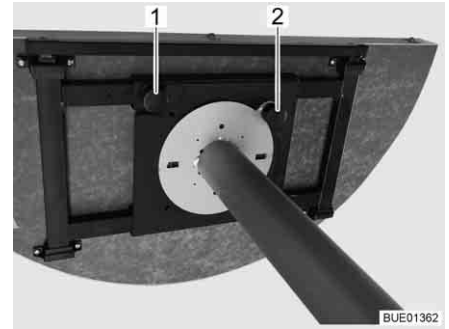

Fig. 113 Meccanismo di regolazione
- Svitare la vite a testa cilindrica zigrinata (Fig. 113,1).
- Tirare il pomello di regolazione (Fig. 113,2).